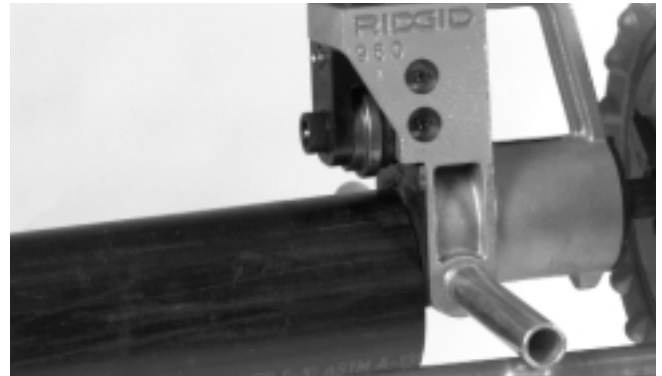

Figura 4 – Primer plano del tubo contra la placa o cubierta
3. Coloque el tubo y los soportes para tubos en ángulo recto en relación a la ranuradora, asegurando que el tubo quede al ras contra la placa o cubierta de la Ranuradora a Rodillos (Figura 4).